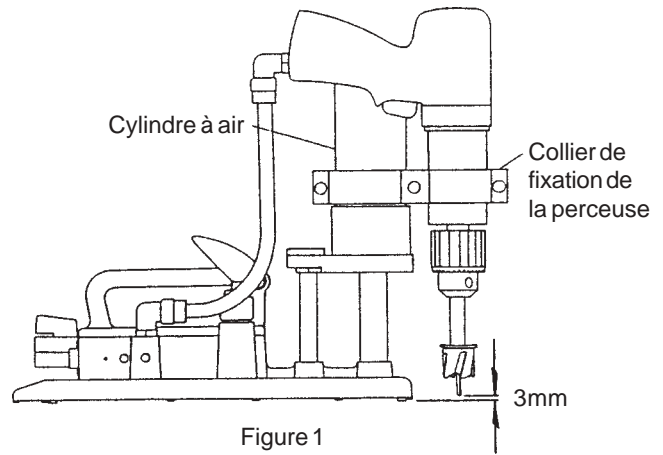

Figure 1
4. A l'aide de la clé Allen (5 mm) fournie, dévisser les deux vis situées aux extrémités du collier de fixation et régler la position de façon à ce que la pointe de la mèche soit le plus proche possible de la pièce à percer et que le collier de fixation soit disposé le plus bas possible sur le cylindre pneumatique, comme le montre la Figure 1. Cela permet d'améliorer la répartition du poids sur l'appareil. Serrer les vis à l'aide de la clé Allen (5 mm).